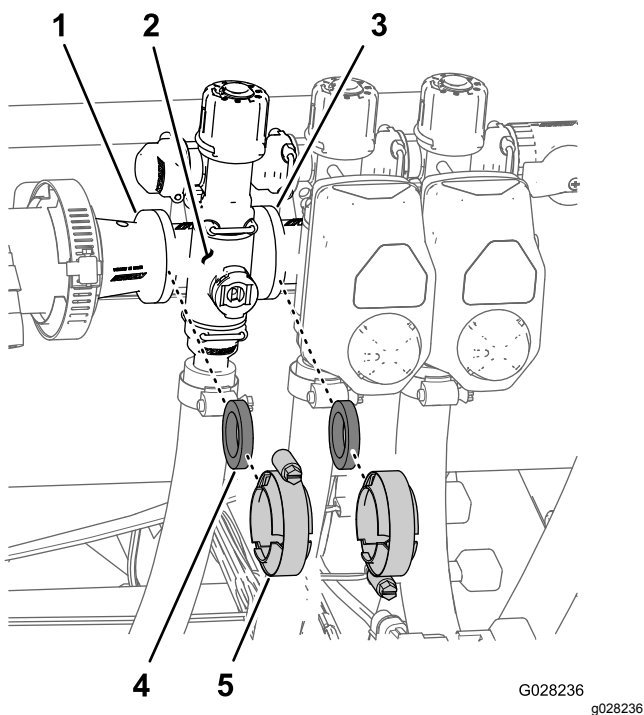

Рисунок 119
1. Снимите хомуты и прокладки крепления коллектора клапана секции (Рисунок 119) к примыкающему клапану секции (если это левый клапан секции, а также переходная муфта).